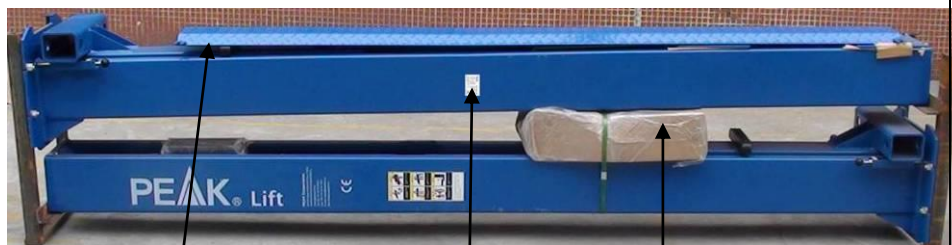

Рис. 6
1. Упакованный подъемник с гидростанцией (См рис. 6)